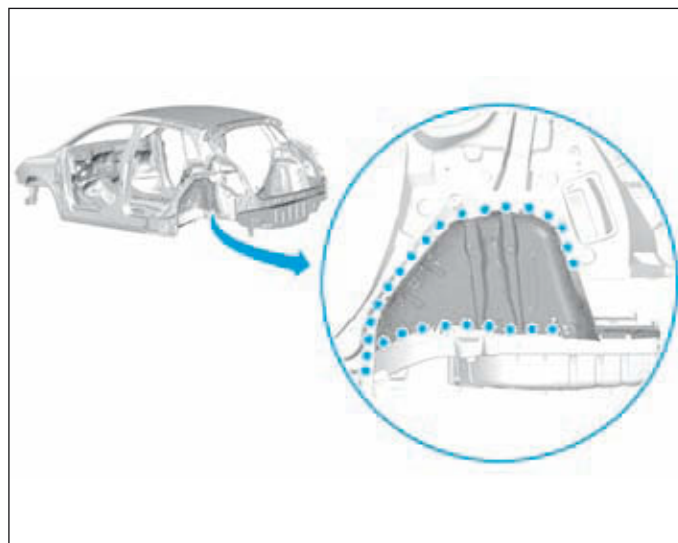
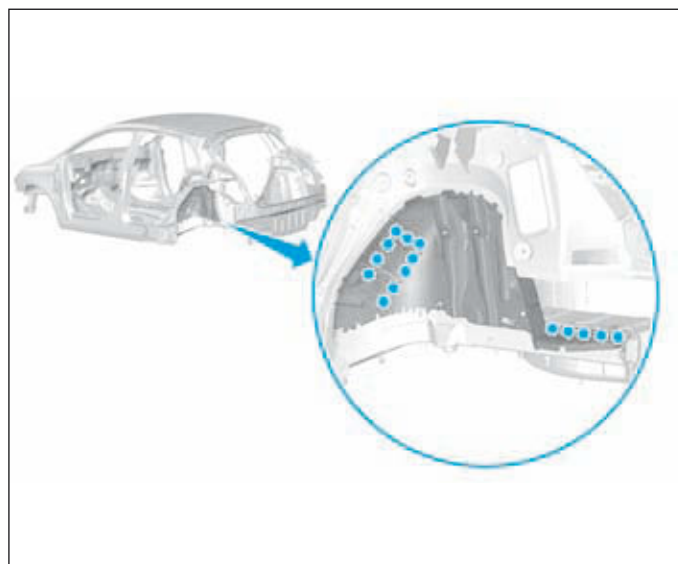

FIG.219
FIG.220
- Dépointer les points de soudure (Fig.219) et (Fig.220).